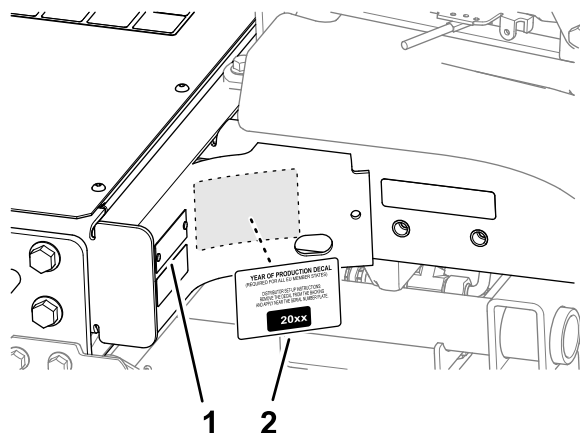

Рисунок 36
1. Начисто протрите левую раму рядом с табличкой с номером модели и серийным номером спиртом и дайте раме высохнуть (Рисунок 36).
2. Снимите подложку и приклейте наклейку, указывающую год выпуска, на раму рядом с табличкой с серийным номером, как показано на Рисунок 36.